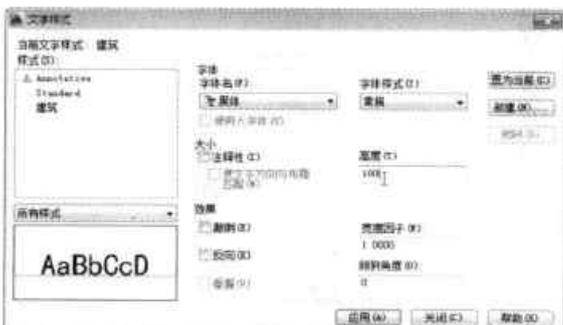

图8-4 完成样式设置
Step 04 在“高度”文本框中输入合适的文字高度值，这里输入100，然后单击“应用”按钮，再单击“关闭”按钮即可，如图8-4所示。